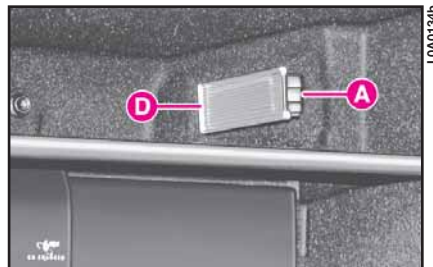

fig. 36
1) Enlever le transparent en faisant levier avec le tournevis sur l'agrafe **A** (fig. 36).
5) Remonter le transparent, en introduisant d'abord le côté **D** (fig. 36) et en appuyant ensuite sur l'autre côté jusqu'à bloquer l'agrafe **A**.